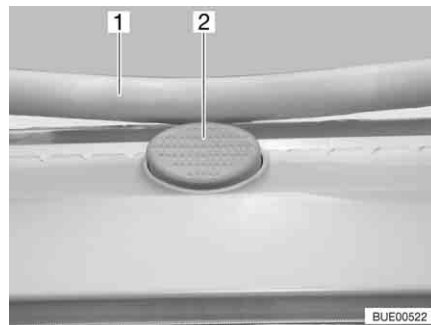

Fig. 14 Bouton de sûreté du lanterneau basculant
- Appuyer sur le bouton de sûreté (Fig. 14,2) et tirer l'étrier (Fig. 14,1) vers le bas avec les deux mains.
- Pousser l'étrier vers le haut avec les deux mains jusqu'à ce que ce dernier se trouve au-dessus du bouton de sûreté (Fig. 14,2).